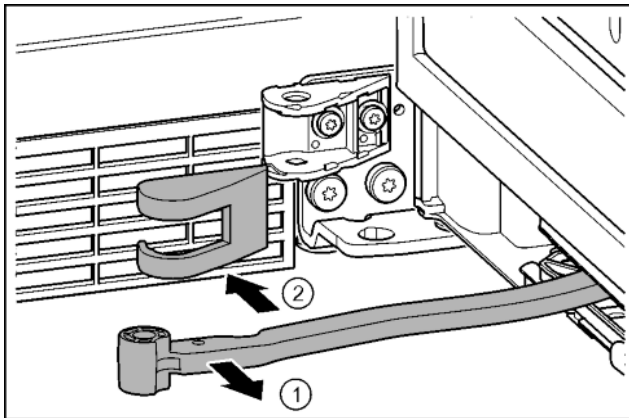

Fig. 16
- Поверніть шарнір у напрямку дверцят. Fig. 16 (1)
- Зніміть кришку опорного кронштейна. Fig. 16 (2)